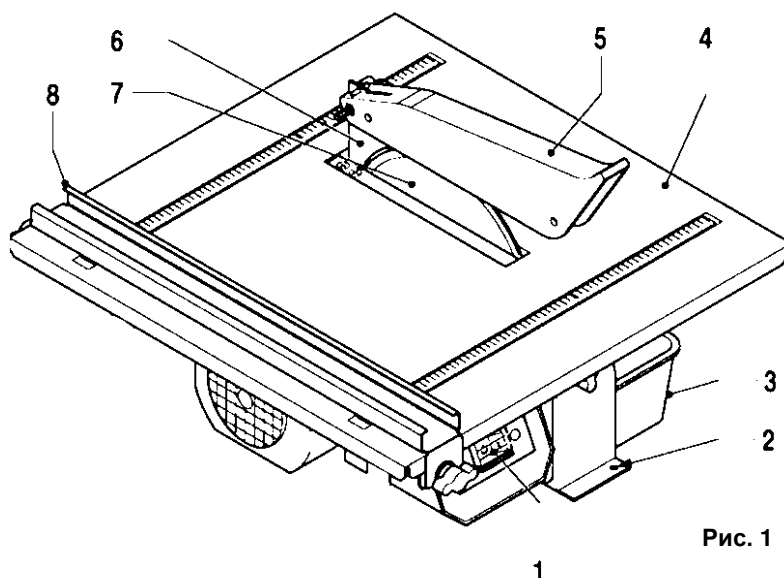

Рис. 1
- Для моделей с отдельными резиновыми опорными ножками: в специальные отверстия основания (2)(См. Рис.1) установить резиновые опоры.
- Для более надёжного соединения, рекомендуется через специальные отверстия в основании (2)(См. Рис.1), соединить плиткорез с поверхностью верстака (рабочего стола) болтовым соединением.
- Поддон (3)(См. Рис.1) наполнить водой до максимального уровня, нанесённого внутри поддона.
- Залейте воду в поддон (3) (См. Рис.1) до максимального уровня указанного на поддоне.
- Для включения плиткореза: нажмите кнопку зеленого цвета на выключателе (1) (См. Рис.1). Переведите ее в положение «ВКЛ» (ON).
- Для выключения плиткореза: нажмите кнопку красного цвета на выключателе (1). Переведите ее в положение «ВЫКЛ» (OFF).